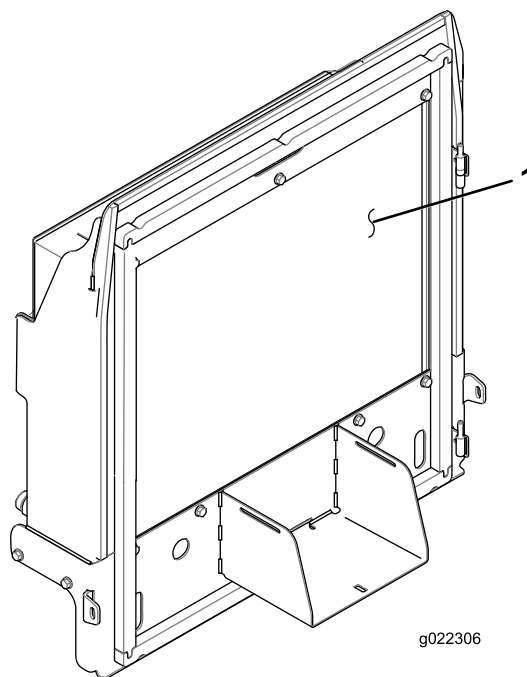

Figura 71
4. Limpie a fondo ambos lados del radiador y del enfriador de aceite (Figura 71) con aire comprimido.